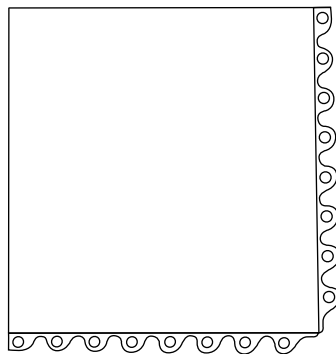

Figure 2
NOTE: Pins should face the direction of which the next mat tile is to be placed. (See Figure 2)
**REMARQUE :** Les tiges doivent être orientées dans le sens où le prochain carreau de tapis sera placé. (Voir Figure 2)